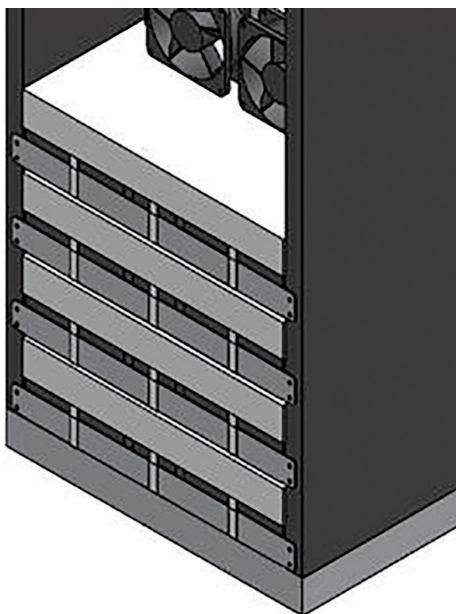

Рисунок 6 – Защитная обложка батарей 3,3Ач TRIOTM 10 кВА
- 2) Снимите картонную защитную обложку от батарей , смотри рисунок 6.